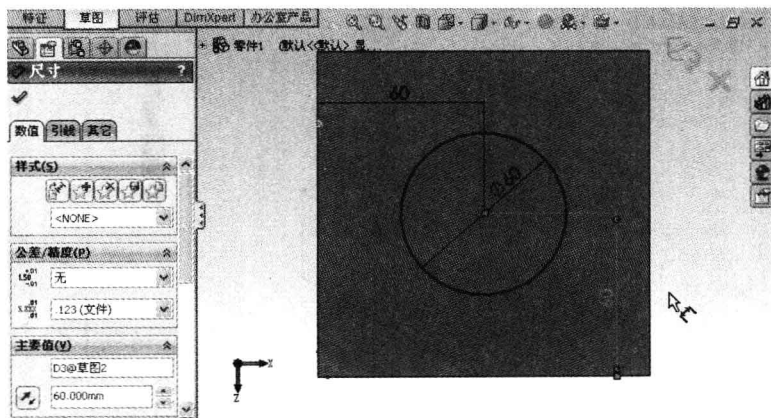

图 1-13 绘制拉伸切除草图
(1) 单击特征工具栏上的“拉伸切除”图标，选择长方体的上表面。
(2) 按键盘上的“Ctrl+8”组合键（或单击快捷菜单中的“正视于”图标、或视图（前导）工具栏中“视图定向”图标下的“正视于”图标，零件旋转，以使所选模型面正对着屏幕。
(3) 单击草图绘制工具栏上的“圆”图标，如图所示，在矩形中心处绘制一个圆。
(4) 单击“智能尺寸”图标，将圆的大小尺寸设为 60，定位尺寸均为 60，如图 1-13 所示。